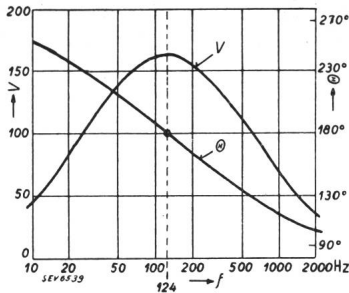

Fig. 4.
auch direkt mit den Frequenzen rechnen, wofür man setzt:  $\text{tg } \Theta = 0,276 (f_0/f - f/f_0)$ . Mit den so gefundenen Werten von  $\text{tg } \Theta$  geht man auf die vertikale Skala des Kreisdiagramms ein und erhält die zugehörige Verstärkung  $V$ ; oder man zeichnet im Abstand  $A = 1/0,276 = 3,62$  Einheiten des Kreisdurchmessers den vertikalen Strich, um den Maßstab  $f/f_0$  direkt im Diagramm zu erhalten. Für die Berechnung der in Fig. 4 dargestellten Frequenzkurven wurden mit Hilfe von Formel (4) und dem Rechenschieber einige Punkte ausgewertet. Welche Me-